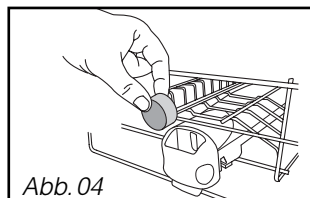
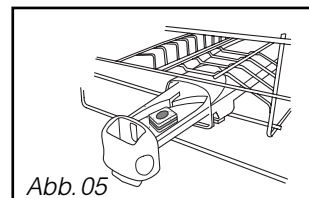

Abb. 04
Abb. 05
Legen Sie herkömmliche Tabs in das äußere Fach (Abb.04) oder ziehen Sie die Spülmittelkammer heraus und legen den Tab hinein. (Abb. 05)
• **Legen Sie den Tab** in das äußere Fach ein (Abb. 04 auf S. 10) **oder – für optimales Ergebnis – ziehen Sie die Spülmittelkammer heraus und legen den Tab hinein.** (Abb. 05 auf S. 10).